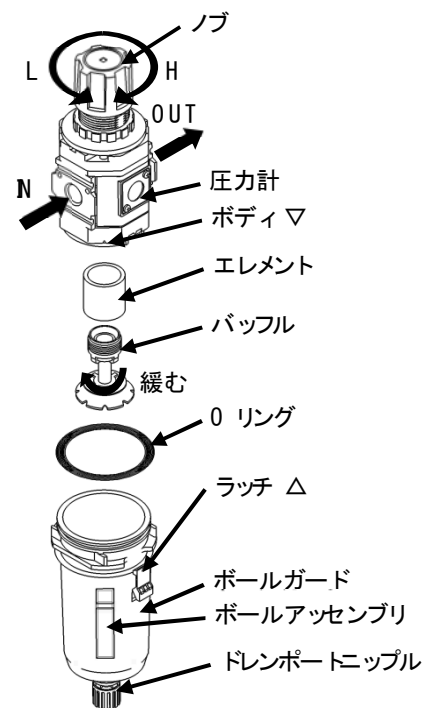

Figure 8-45
2) 圧力設定法 (Figure 8-45)
3) メンテナンス (Figure 8-45)
- 4) プラスチックボールとエレメントの取り外し法 (Figure 8-45)